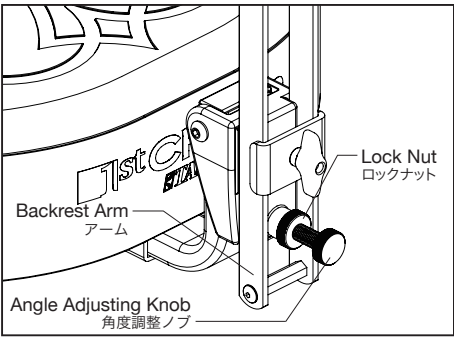

Fig.11 (図11)
5. Attach the Backrest arms to the base unit. Now turn the arm retainer 90 degrees as shown in Fig.11. Tighten the T-nut (D) to lock the arm in position.
Angle Adjustment (Fig.11)
5. バックレストのアーム部をベース部の溝に当てがい、アームを挟むようにアーム押えを90度回転させた後、T ナット(D)を締めて固定します(図11)。
角度調整方法 (図11)